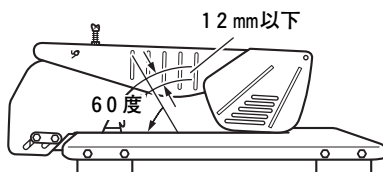

図7-2
- ソーガードを調整しても、のこ刃との間隔が12mm以下に調整できないのこ刃を使用したり、丸のこ本体の切込みを浅くして使用したりしないでください。けがの原因になります。(図7-2)
外径が小さいのこ刃を使う場合はのこ刃とソーガードとの間隔が大きくなり(図7-2)、ソーガードとしての働きがなくなりますから、間隔を調整してください。